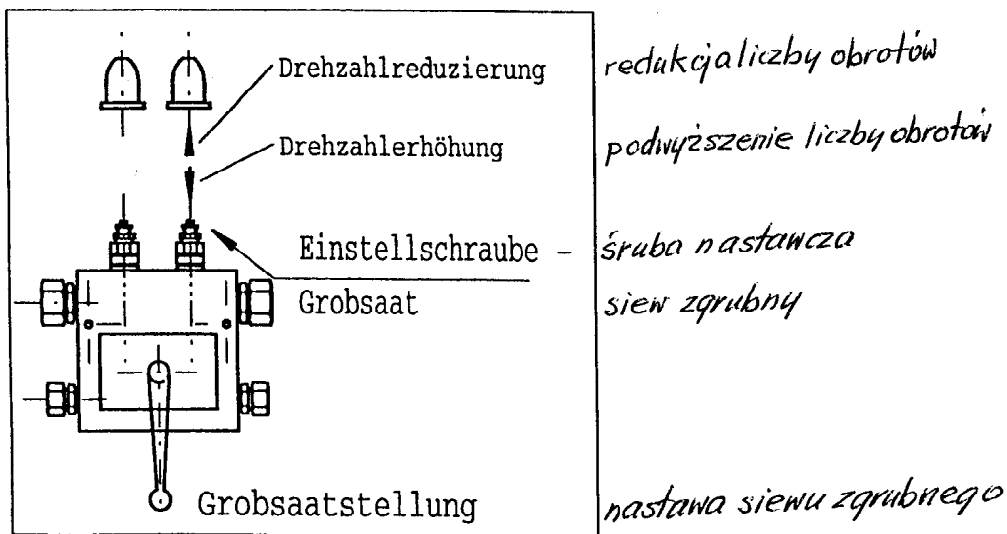

Fig. 1.
1. Dźwignię nastawczą na bloku sterowniczym ustawić w pozycji - siew zgrubny. Patrz Fig.1.